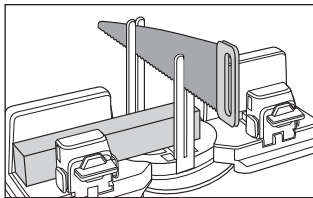

Fig. 7
- ◆ Con una mano tenere fermo il prodotto contro un braccio mobile ❶.
- ◆ Con l'altra mano guidare la sega dall'alto tra le aste di guida ❷ (vedere fig. 7).